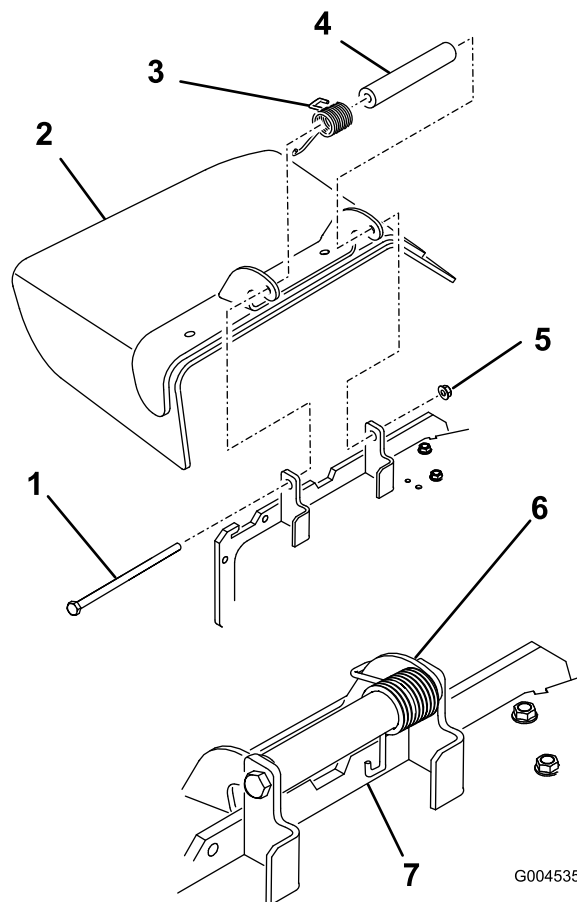

Figure 61
1. Retirez le contre-écrou, le boulon, le ressort et l'entretoise qui fixent le déflecteur aux supports de pivot (Figure 61). Enlevez le déflecteur s'il est endommagé ou usé.
Remarque: L'extrémité du ressort doit être placée derrière le bord du plateau avant de mettre le boulon en place, comme indiqué à la Figure 61.
3. Remettez le boulon et l'écrou. Accrochez l'extrémité du ressort au déflecteur d'herbe (Figure 61).